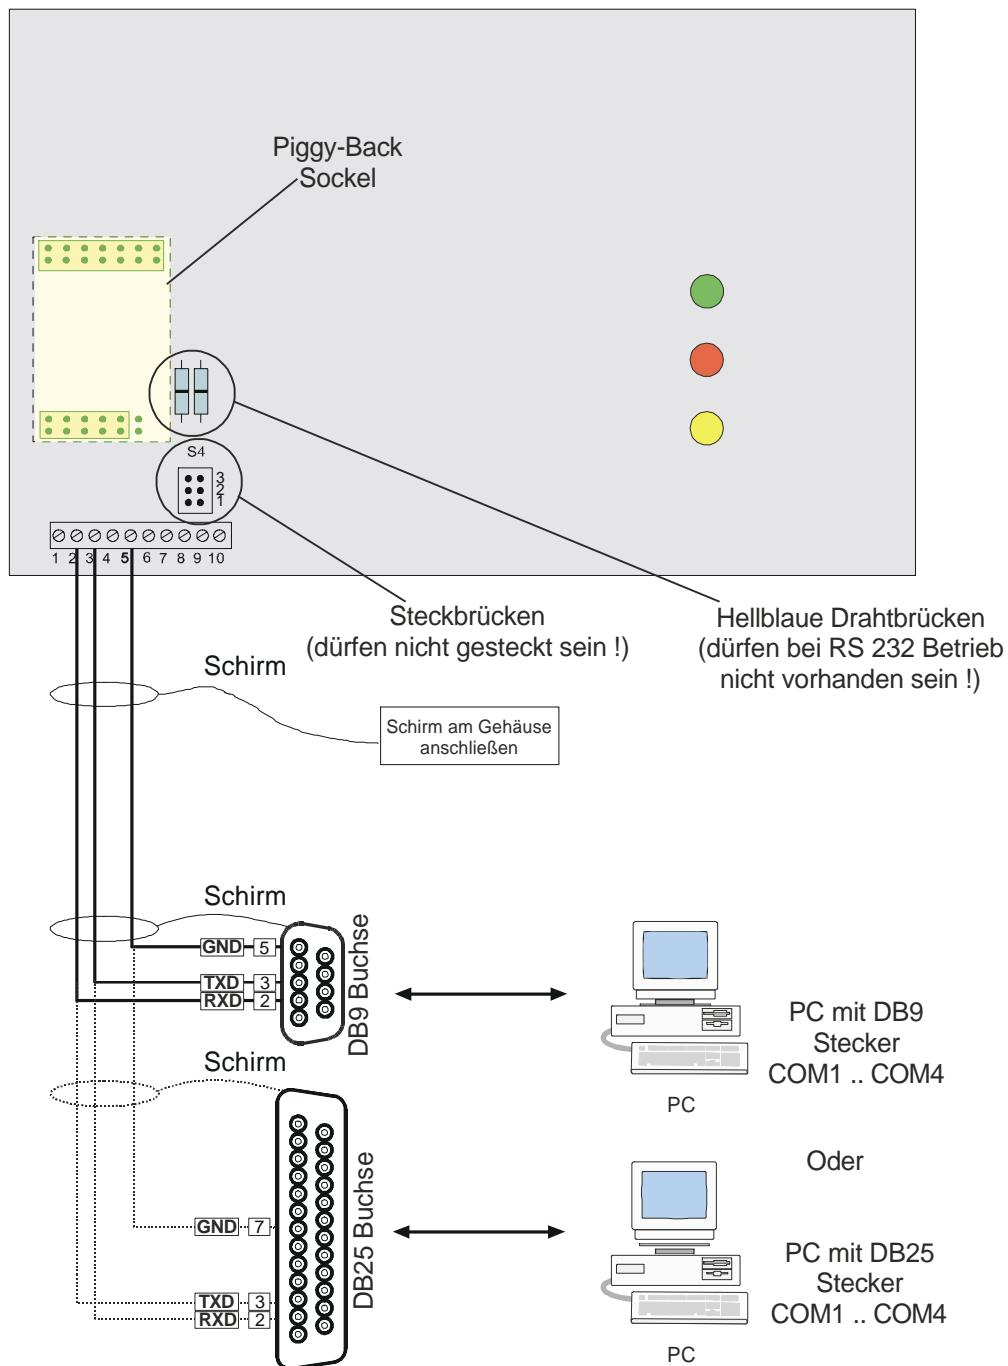

Abbildung 6.3: Betriebsführungsplatine *Sunny Boy* mit RS232-Verkabelung
- Die hellblauen Drahtbrücken (Widerstände in Abbildung 6.3) auf der Betriebsführungsplatine sind **nicht** bestückt.
- RS232-Verbindungskabel LIYCY, 0,25 mm², 4-adrig (aber: nur 3 Adern werden benötigt) mit Gesamtabschirmung und maximaler Länge von 15 m anschließen. Die Steckerbelegung können Sie der Abbildung 6.3 entnehmen. Der Schirm sollte beidseitig am *Sunny Boy*- bzw. PC-Gehäuse mit Erde (PE) verbunden sein.